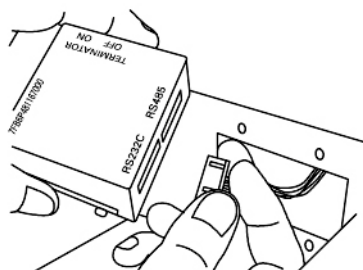
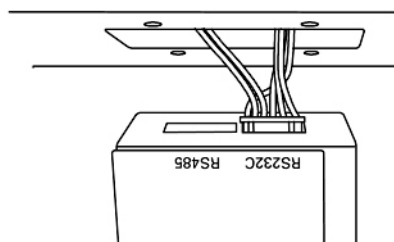

Рис. 4
Рис. 5
4. Отсоедините коннектор батареи и извлеките кронштейн батареи из бокового столика. Затем открутите 4 винта кронштейна батареи, фиксирующие батарею (Рис. 4).
4. Проведите датчик регистратора через внутреннюю часть морозильника в отверстие (оно заблокировано резиновой пробкой и изоляцией; сначала удалите их). (Рис. 4)
6. Свяжите лишнюю часть кабеля датчика нейлоновым зажимом на задней части регистратора температуры (Рис. 4).
7. Как показано на (Рис. 5), вставьте регистратор температуры посредством крепления (MDF-S30150) и фитинга регистратора температуры в место установки и закрепите его к передней стороне передней панели. Зафиксируйте 4-мя винтами.
4. Подключите к стороне разъема (задняя сторона интерфейсной платы) коммуникационного кабеля (RS-232C или RS-485), который будет использоваться для интерфейсной платы (MTR-480). (На Рис. 5 приведен пример подключения с использованием RS-232C) (Рис. 4 и 5)